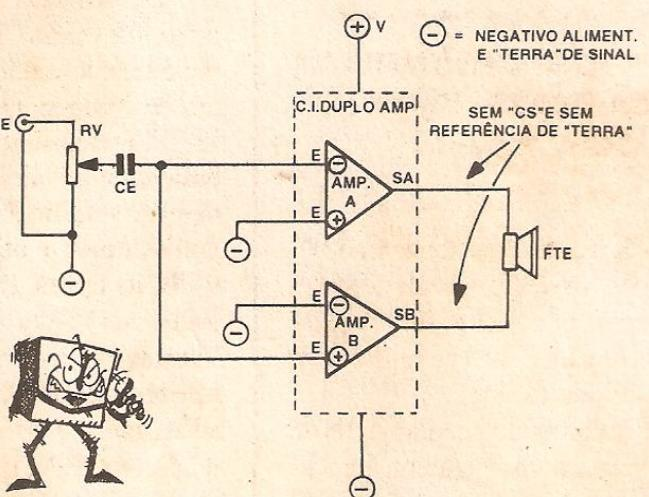

FIG. 12
- FIG. 12 - ESTRUTURA ‘EM PONTE’, MONO, TÍPICA...
- A presença costumeira de **dois** blocos amplificadores internos nos IPAs, não facilita apenas a estruturação de um arranjo estéreo óbvio, conforme mostrado na fig. anterior...! Se a idéia for implementar um amplificador MONO (um canal), de elevada Potência, quase sempre convém arranjar os dois amplificadores internos ao IPA em “ponte”, o que proporciona inclusive uma drástica redução na quantidade de componentes externos, conforme vemos do diagrama... Nesse caso, além do essencial potenciômetro ou trim-pot “dosador” do nível de Entrada (RV) e do capacitor de Entrada (CE), em termos básicos não precisamos de mais nenhum componente! Os próprios capacidores isoladores e acopladores de Saída (CSA e CSB, na fig. anterior...) tornam-se desnecessários, conforme explicações no texto referente à próxima figura! Um ponto importante: observem que os sinais de Entrada são apresentados, conjuntamente, à Entrada Inversora de um dos blocos amplificadores, e à Entrada Não Inversora do outro (de modo a obter a desejada “gangorra” de Tensão à Saída...). As Entradas não utilizadas pelo sinal, nos dois blocos, são normalmente “aterreadas”, ou “zeradas” para sinal... Não se esqueçam, contudo, que tais Entradas (e mesmo aquelas já utilizadas para a “introdução” do sinal) podem ser usadas para determinação de ganho, faixa “passante” de Frequências, etc., via realimentações por redes externas de resistores/capacitores, em modo muito semelhante ao utilizado estruturalmente com os Amplificadores Operacionais, tipo 741...